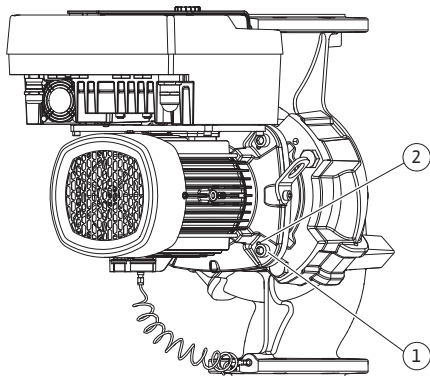

Fig. 10: Insteekset er via draadboringen af-drukken
5. Druk de insteekset (zie Fig. 4) van het pomphuis af. Gebruik daarvoor de 2 draadboringen (zie Fig. 10). Draai M10-schroeven met een geschikte lengte in de draadboringen om de zitting los te maken.
5. Draai de schroef (Fig. I en Fig. III, pos. 10) los om het fixatieplaatje van de verschildruksensor (Fig. I, pos. 13) los te maken van de motorflens. Laat de verschildruksensor (Fig. I, pos. 8) met fixatieplaatje (Fig. I, pos. 13) aan de drukmeetleidingen (Fig. I, pos. 7) hangen. Koppel de aansluitkabel van de verschildruksensor in de elektronicamodule los.
6. Druk de insteekset (zie Fig. 4) van het pomphuis af. Gebruik daarvoor de 2 draadboringen (zie Fig. 10). Draai M10-schroeven met een geschikte lengte in de draadboringen om de zitting los te maken.
8. Draai de 2 onverliesbare schroeven op het beschermplaatje (Fig. I, pos. 27) los en verwijder het beschermplaatje.
9. Steek een moersleutel (sleutelwijdte 18, 22 of 27 mm) in het lantaarnvenster en houd de as aan de sleutelvlakken vast (Fig. I, pos. 16). Draai de waaiermoer (Fig. I, pos. 21) eruit. De waaier (Fig. I, pos. 21) wordt automatisch van de as getrokken. Gebruik bij gietijzeren waaiers een aftrekker.
10. Draai, afhankelijk van het type pomp, de schroeven (Fig. II, pos. 10a) of (Fig. II, pos. 10b) los.
11. Maak het lantaarnstuk met een tweearmige aftrekker (universele aftrekker) los van de motorcentrering en trek dit van de as. De mechanische afdichting (Fig. I, pos. 25) wordt dan tegelijk verwijderd. Vermijden dat het lantaarnstuk kantelt.
12. Als de mechanische afdichting is beschadigd, druk dan de tegenring (Fig. I, pos. 26) van de mechanische afdichting uit de zitting in het lantaarnstuk. Nieuwe tegenring in het lantaarnstuk zetten.